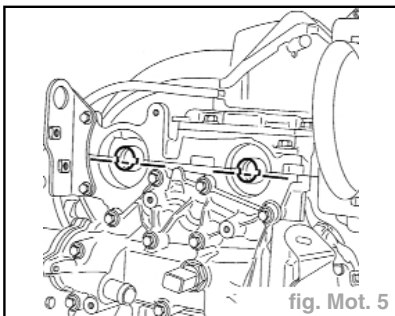

fig. Mot. 5
- Vérifier que la position des rainures des arbres à cames sont à l'horizontale. (fig. Mot. 5).